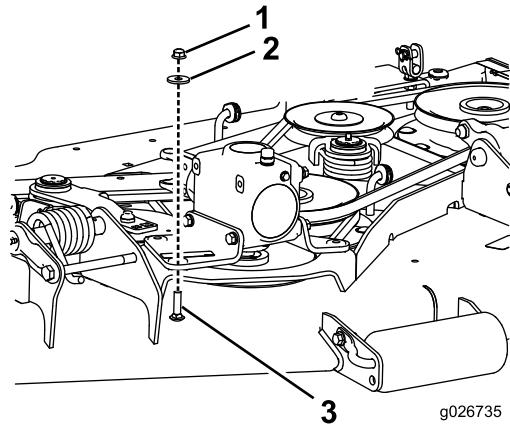

Bild 1
2. Entfernen Sie die 3 Muttern, Unterlegscheiben und Schlossschrauben, mit denen die Montagehalterungen des Getriebes am Mähwerk befestigt sind (Bild 1).
5. Installieren Sie das Getriebe (siehe Bild 1).